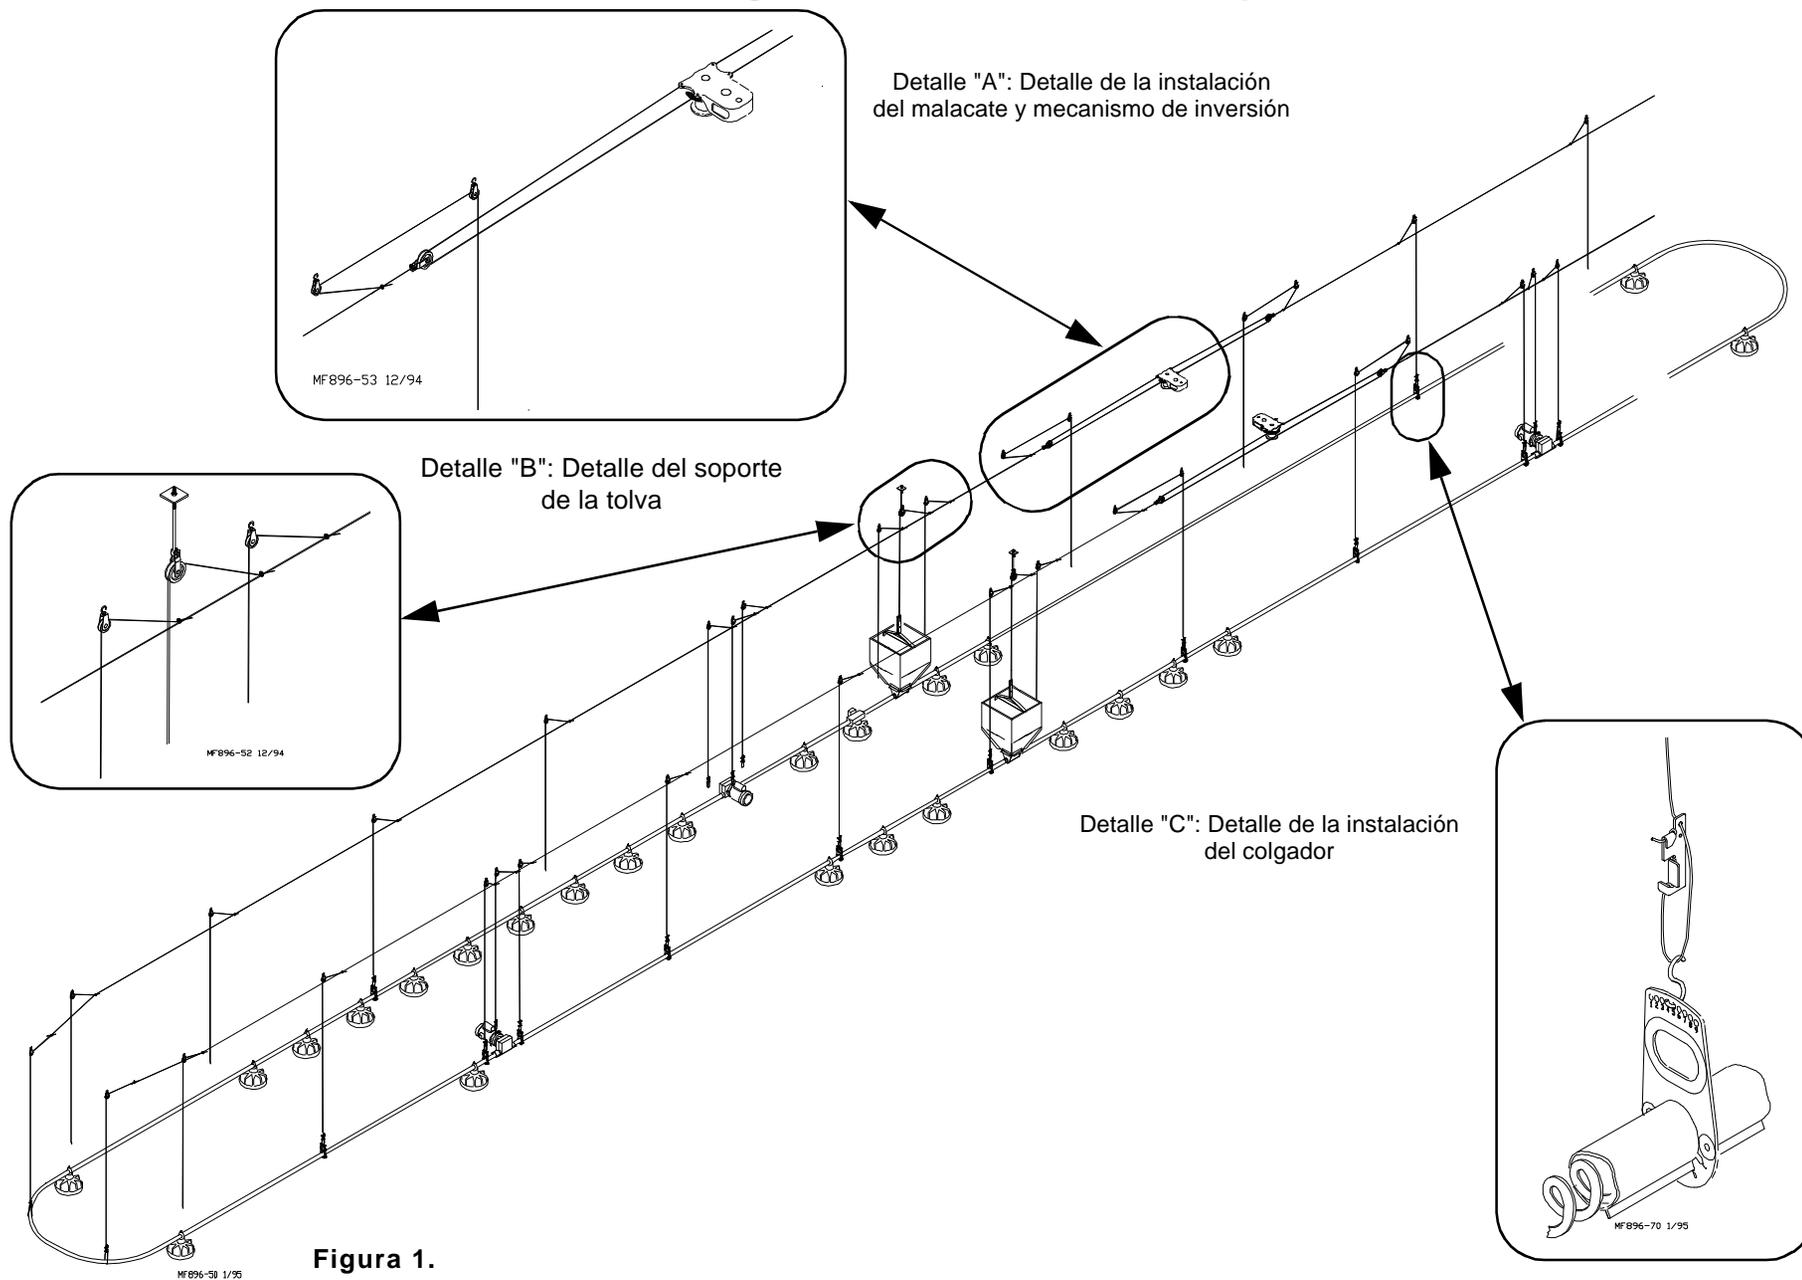

Figura 1.
2. La **Figura 1**, en la página 10, muestra el sistema de suspensión correcto para todas las longitudes de líneas de alimentación. Notar que se debe proveer soporte adicional en la ubicación de cada tolva, unidad de potencia y codo.
2. Fijar la tabla de 50 x 200 mm (2 x 8 pulg), con el malacate incorporado, al cielo raso en el centro de la línea de alimentación. Ver la **Figura 1** en la página 10. La tabla de 50 x 200 mm (2 x 8 pulg) debe estar paralela a la línea y debe abarcar 3 vigas por lo menos.
Se incluye suficiente cable para suministrar "mecanismos de inversión" en las caídas situadas debajo y detrás del malacate. El detalle "A" en la **Figura 1** muestra una configuración de cable con "mecanismo de inversión."